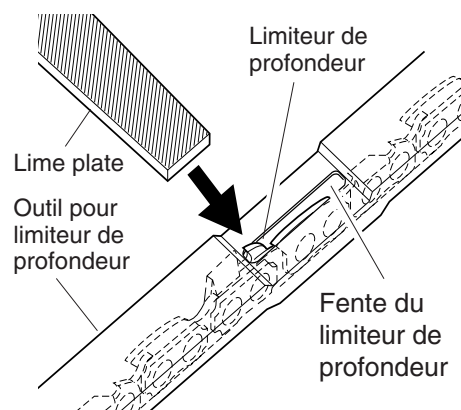

Figure 22 - Position de l'outil pour limiteur de profondeur sur la chaîne
1. Placer l'outil pour limiteur de profondeur fermement par-dessus 2 taillants. S'assurer que le limiteur de profondeur entre dans la fente de l'outil. (Voir la figure 22).